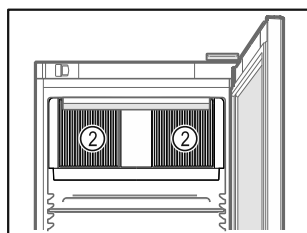

Fig. 59
- Mantenere libere le fessure di ventilazione Fig. 59 (2) della ventola di ricircolo nel vano interno.